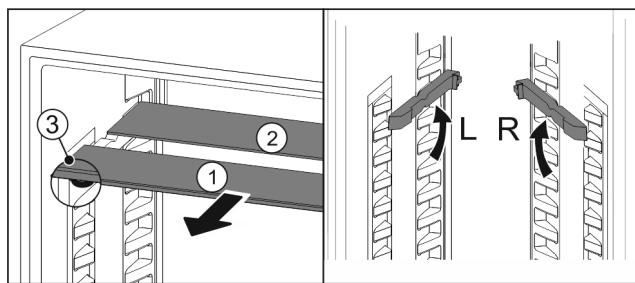

Fig. 61
- ▶ Vytiahnite sklené dosky jednotlivo dopredu Fig. 61 (1).
- ▷ Sklená doska Fig. 61 (1) s ozdobnou lištou leží vpred.
- ▷ Zarážky Fig. 61 (3) ukazujú nadol.